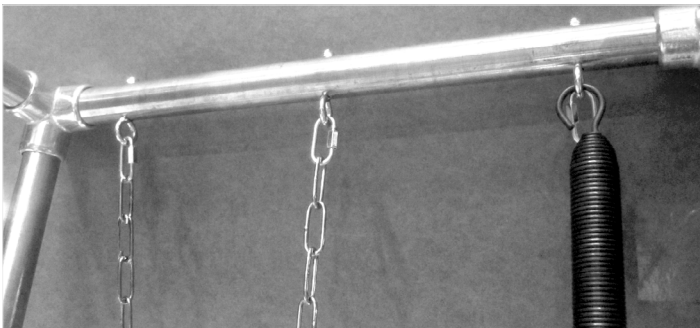

Figure 5
13. 将长安全链子连接到外部顶篷顶端的栓孔上。参见图 1。将短安全链子连接到同一端中间的栓孔上。快速钩环将被连接到顶篷的栓孔上, 参见图 5。